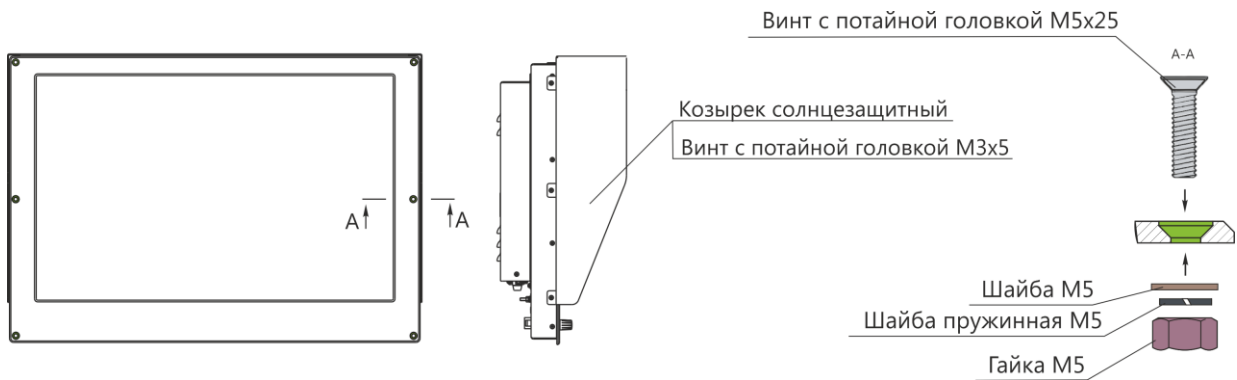

Рисунок 3 – Пультовый монтаж наружного крепления
1) пультовый монтаж наружного крепления (см. рисунок 3) представляет собой крепление изделия с лицевой поверхности пульта с помощью монтажного комплекта метизов.